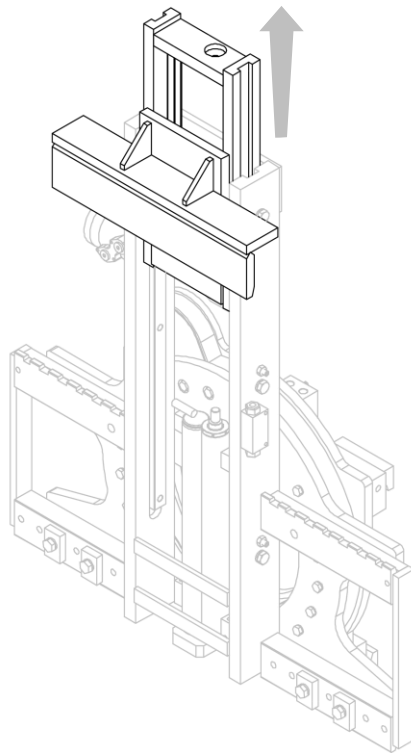

Figura 21
3. Retirar la estructura móvil (mira *Figura 21*).